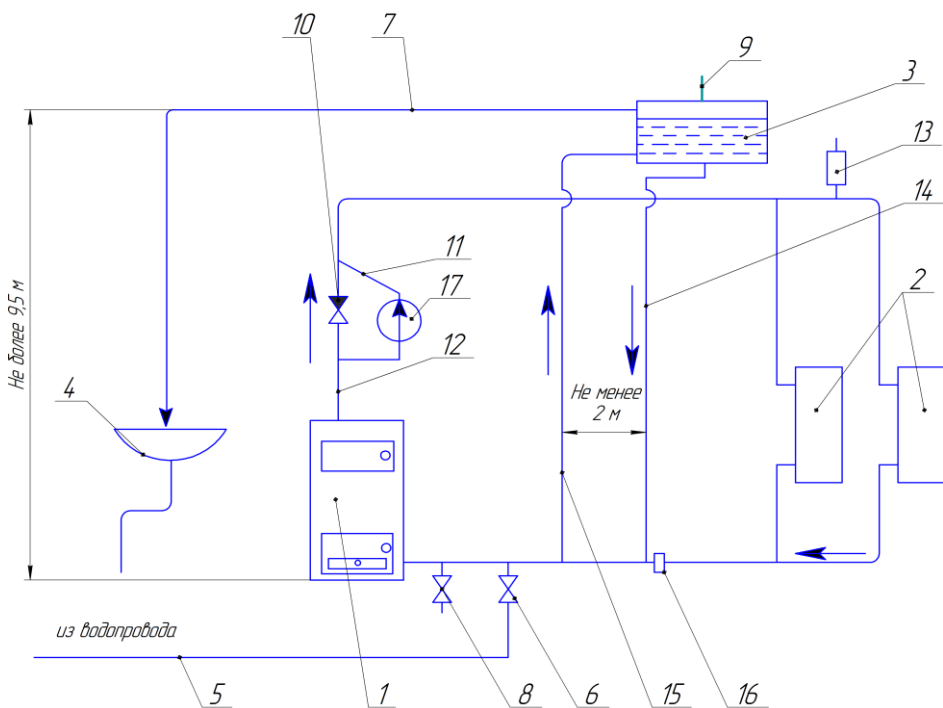
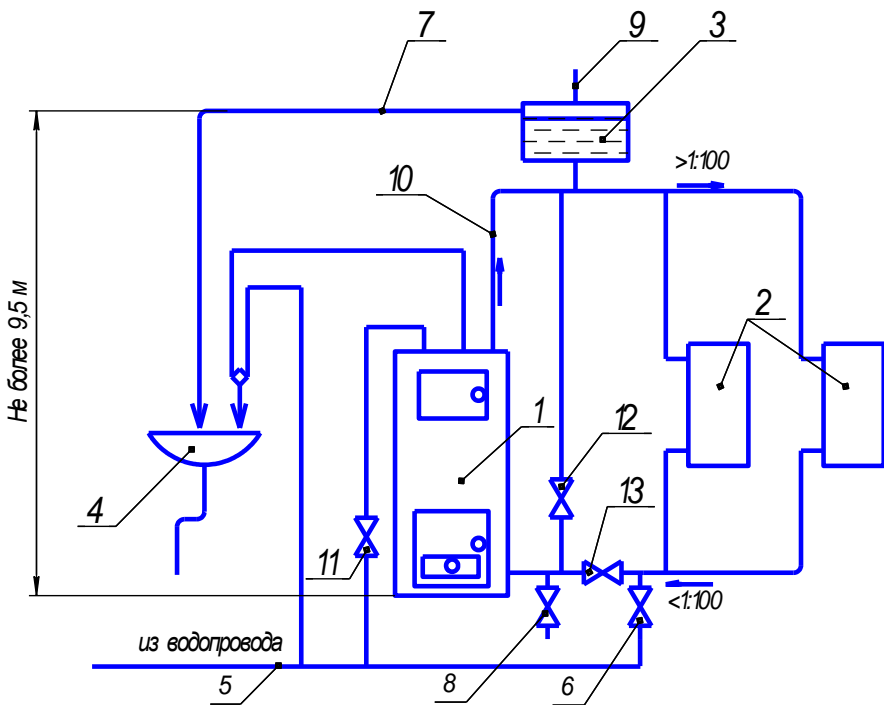
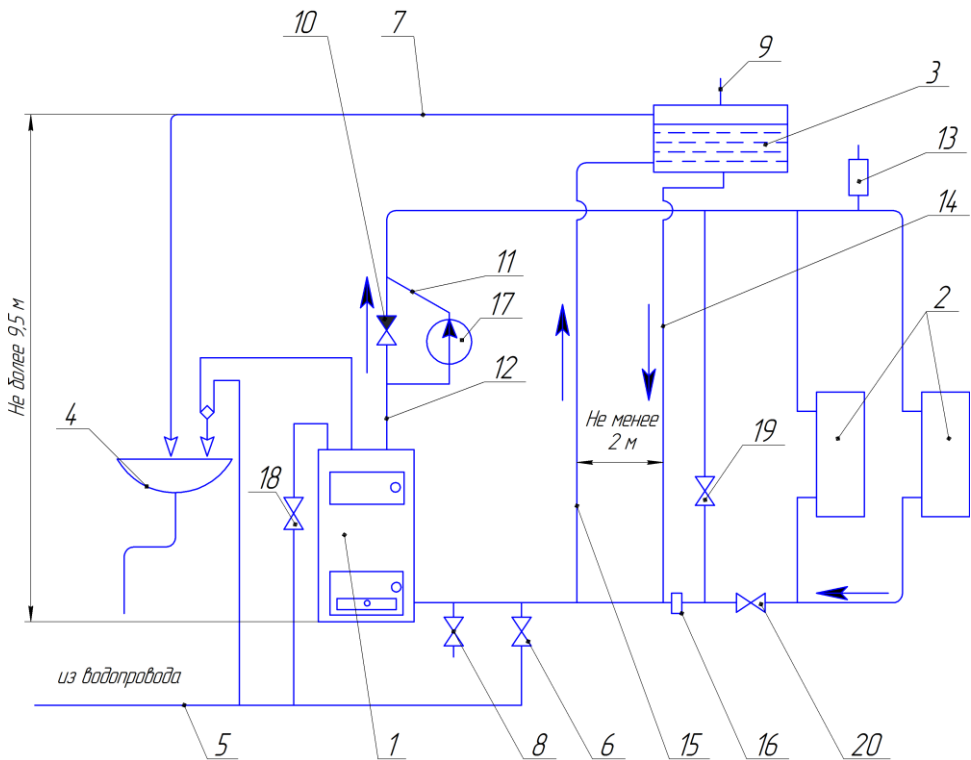

Рисунок 6.3 - Схема присоединения котла к отопительной с искусственной циркуляцией.
Рисунок 6.4 - Схема присоединения котла с водоподогревателем к отопительной системе с естественной циркуляцией.
Рисунок 6.5 - Схема присоединения котла с водоподогревателем к отопительной системе с искусственной циркуляцией.
6.8 При необходимости для создания циркуляции горячей воды в системах отопления можно использовать циркуляционный насос, например насос НЦ 6,3 / 7,1 (рисунок 6.3 и рисунок 6.5).
9.2 При длительном водозаборе горячей воды целесообразно увеличить форсировку котла и довести температуру воды в котле до 85-90 °С, для этого необходимо пробковый кран 12 рисунок 6.4 (19 рисунок 6.5) открыть, кран 13 рисунок 6.4 (20 рисунок 6.5) закрыть. При этом перекрывается система отопления. После окончания водозабора горячей воды и для восстановления циркуляции воды в системе отопления пробковый кран 13 рисунок 6.4 (20 рисунок 6.5) открыть, а кран 12 рисунок 6.4 (19 рисунок 6.5) закрыть. Для обеспечения длительного водозабора с постоянными параметрами воды, котел должен работать в стационарном режиме (с постоянным расходом газа или постоянной форсировкой топки при сжигании твердого топлива).
9.3 При использовании горячей воды в зимнее время кран 12 рисунок 6.4 (19 рисунок 6.5) не открывать на длительное время во избежание замерзания воды в системе отопления.
10.1 Наполнение системы водой из водопровода производится через вентиль 6 (рисунок 6.2 и рисунок 6.3). Наполнять до появления воды из переливной линии. Для опорожнения системы в нижней точке её устанавливается спускной вентиль 8.